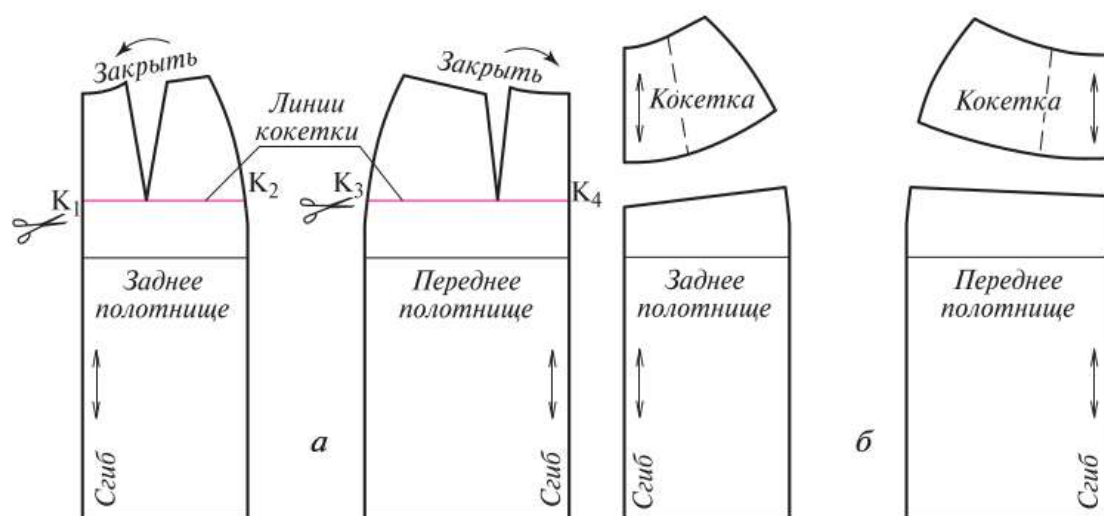

Рис. 6.47. Моделирование юбки на кокетке простой формы:
1. Через концы вытачек переднего и заднего полотнищ проведите линии кокетки K_1K_2 и K_3K_4 . Точки K_2 и K_3 должны находиться на равном расстоянии от линии бёдер (рис. 6.47).